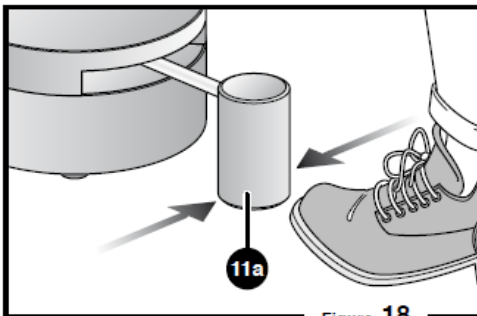

Figure 18
-화면(13h)에 숫자를 체크한다: 이것은 다른 설정이 맞춰질 때까지 화면에 저장될 것이다. 표시된 숫자는 RPM( $\times 100$ )으로 표시된다. 예를 들어 화면에 "150"으로 표시되었다면 순간 회전속도는 15,000 RPM 일 것이다. pedal control lever가 중립위치(Figure 18 참조)에 있을 때, 화면에는 "OFF"로 표시된다.